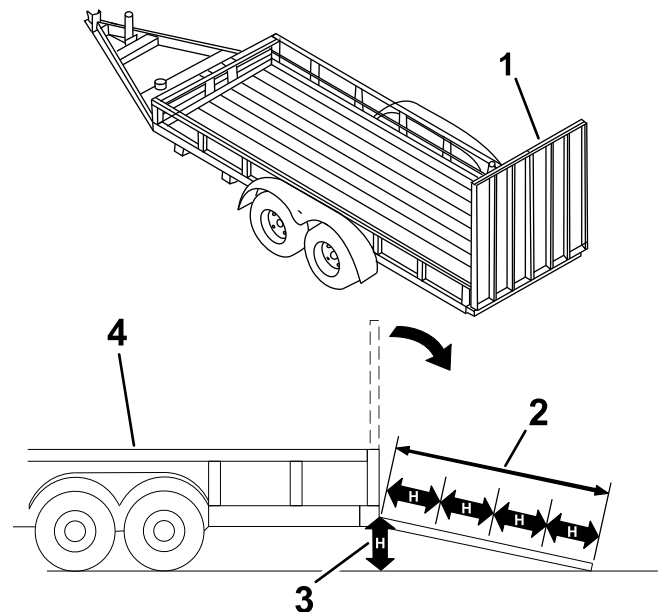

Bild 29
Das Laden einer Maschine auf einen Anhänger oder einen Lastwagen erhöht die Umkipppgefahr und könnte schwere oder tödliche Verletzungen verursachen (Bild 29).
3. Die Rampe absenken (Bild 29).